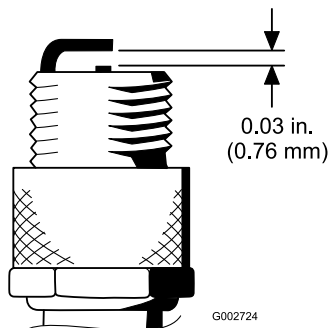

Figura 27
4. Ajuste la distancia entre el electrodo central y el electrodo lateral a 0,76 mm; consulte Figura 27. Tras ajustar correctamente los electrodos, coloque la bujía con su junta y apriétela a 23 N·m. Si no utiliza una llave dinamométrica, apriete la bujía firmemente.